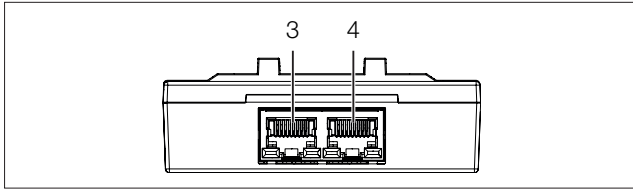

Abb. 13: Rückseite des Temperatur-Sensors
- Verbinden Sie den Temperatur-Sensor über ein CAN-Bus-Verbindungskabel mit einer CAN-Bus-Schnittstelle des Rittal Embedded Device bzw. der benachbarten Komponente im CAN-Bus (Abb. 13, Pos. 3, 4).
- Schließen Sie ggf. an der zweiten, freien CAN-Bus-Schnittstelle des Temperatur-Sensors (Abb. 13, Pos. 3, 4) eine weitere Komponente an (z. B. einen anderen Sensortyp).